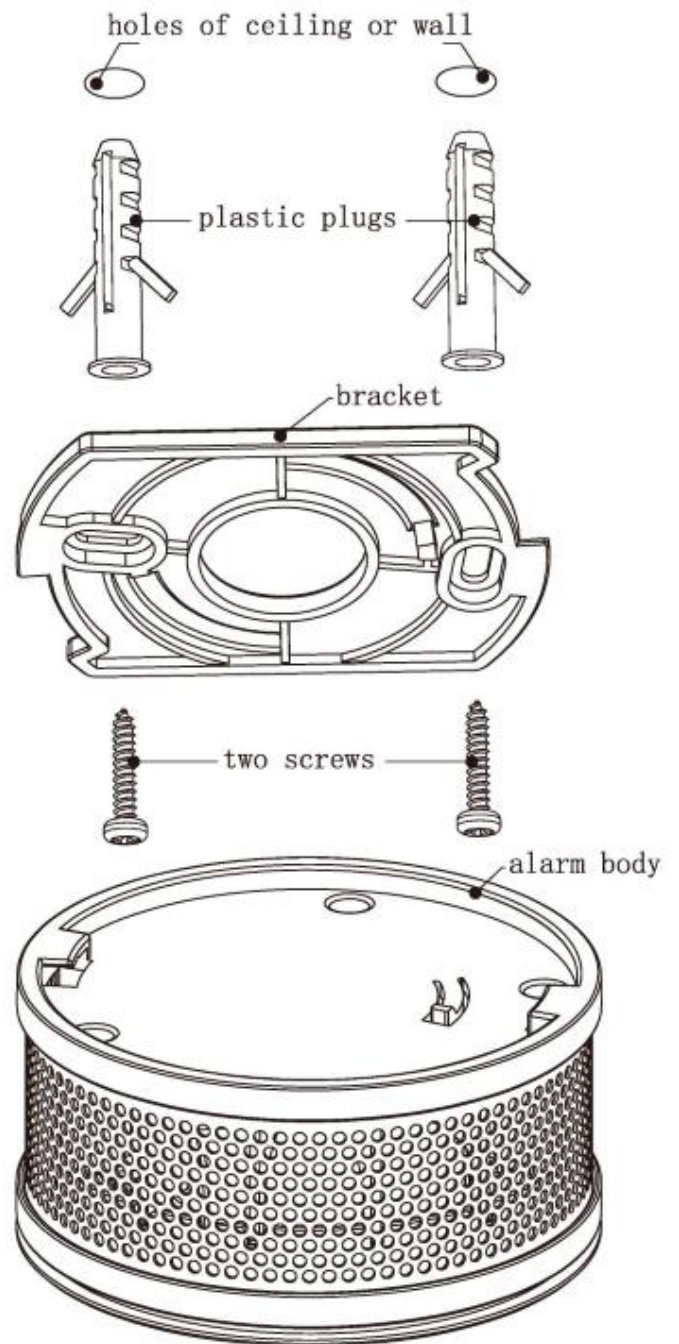

Abbildung 2
- Montieren Sie die Halterung an der Decke (siehe Abbildung 2).